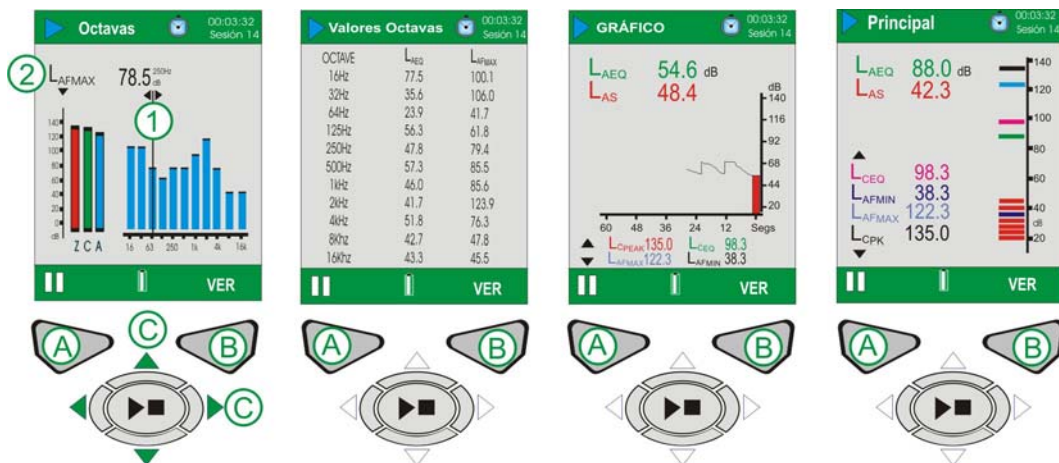

Figura 14 Pantalla Principales de Operación del CEL-620B
CEL-620B (Consultar figura 14).
El CEL-620B incluye dos pantallas de octavas adicionales que se muestran en la figura 14. Utilice la tecla Vista (B) para cambiar entre las cuatro pantallas disponibles. Utilice las teclas cursor izquierda/derecha (C) para desplazarse por las bandas de frecuencia (1) cuando esté en vista de gráfico. Utilice las teclas cursoras ascendente/descendente (C) para desplazarse entre los parámetros LMAX y LEQ (2).